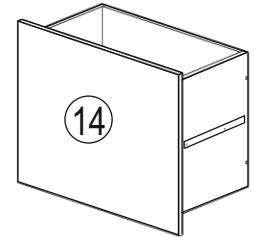

Рис.3
3. Прикрутите фасад (поз. 14) с помощью саморезов (поз. 9). Рис.3